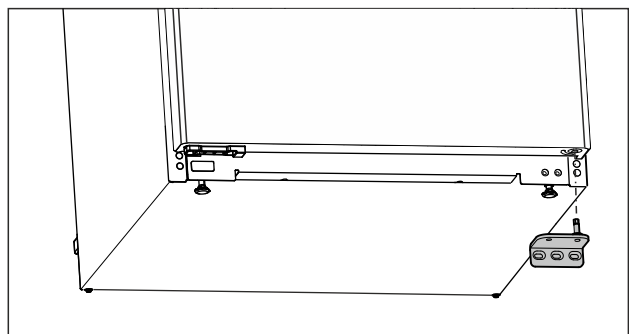

Fig. 11
- ▶ Võtke laagripukk allapoole maha. (vt. Fig. 11)